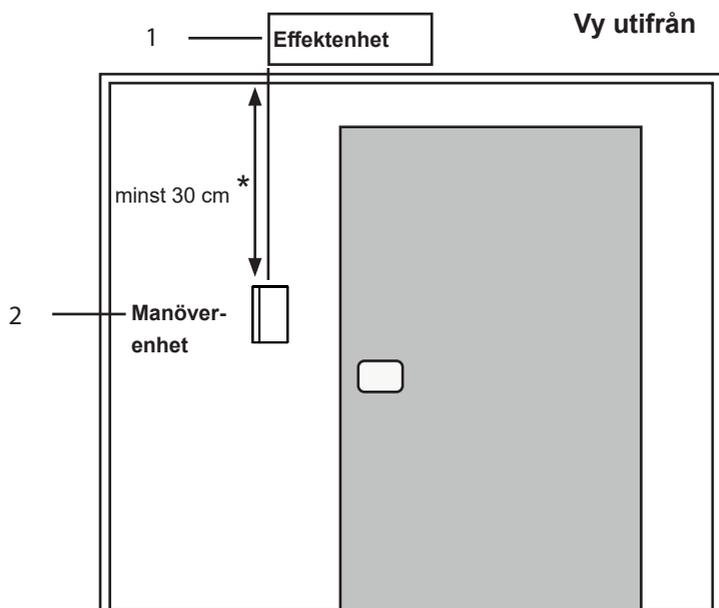

Bild4 Position manöverenhet
Manöverenheten 2 monteras på bastuväggen, vid ett avstånd på max. 10 meter till effektenheten 1 (se **Bild4**).
* Vid montering inuti bastun måste det vara ett avstånd på minst 30 cm till bastuns tak (se **Bild4**).